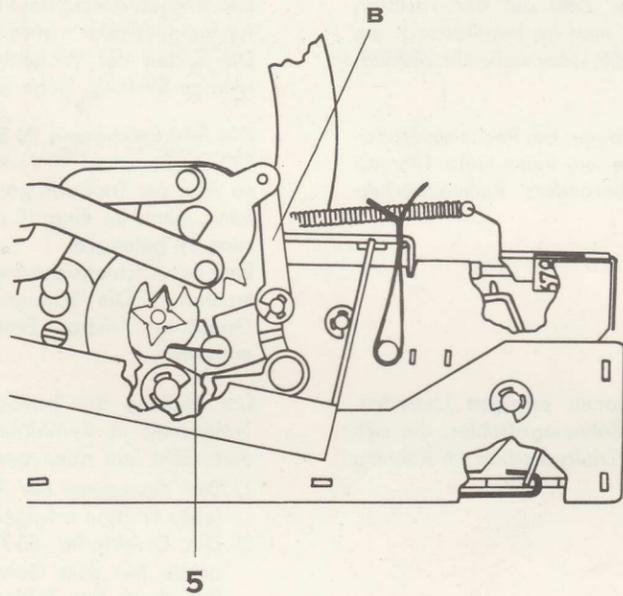

FIG. 8
- 3) Zu viel Spiel zwischen der Kupplung der Kupplungsachse (pos. 4) und des Retourstopps (pos. 3) am Zahnrad E6-22. Siehe Fig. 7. Justierung mit dem Justierschlüssel E1/R erfolgt durch vorsichtiges Biegen an der Kupplungsklinke (pos. 5) Fig. 8.
- 2) Die Spitze des Ueberträgers E7-6 wird bei Annullierung nicht unter die Ueberträgerklinke E7-7 geführt. Justierung durch Biegen des Ueberträgers nahe der Spitze, siehe Fig. 8.